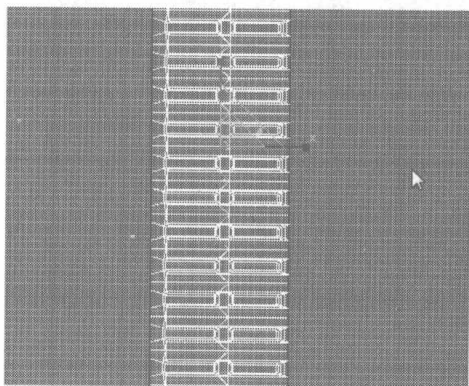
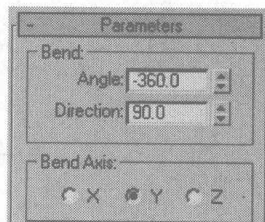
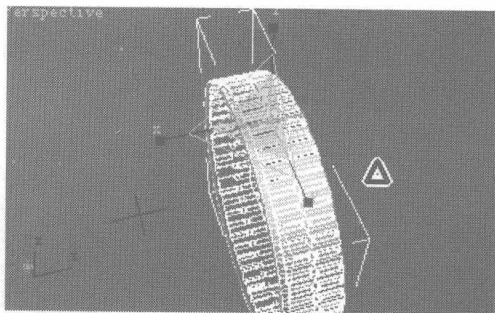

图 6.448
图 6.449
图 6.450
- 60** 切换为曲线编辑，选择如图 6.448 所示的曲线，在 Modifier List 选项栏中选择 Bend 命令，在 Parameters 卷展栏中设置分区参数，如图 6.449 所示，此时效果如图 6.450 所示。